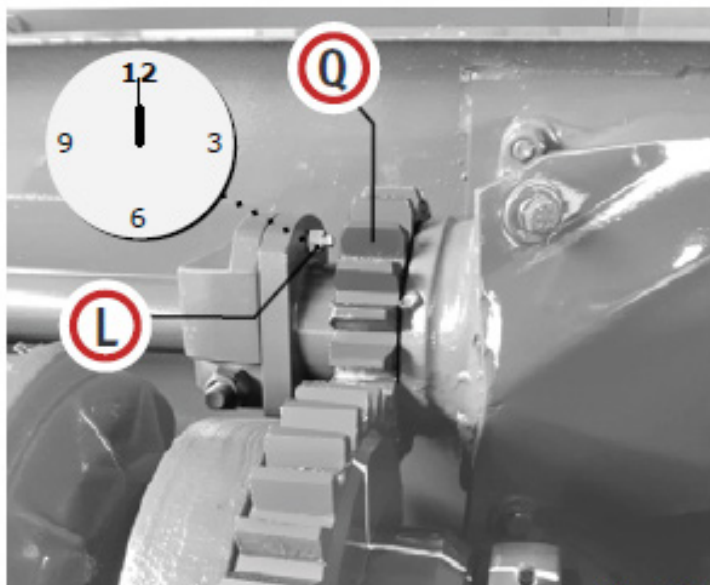
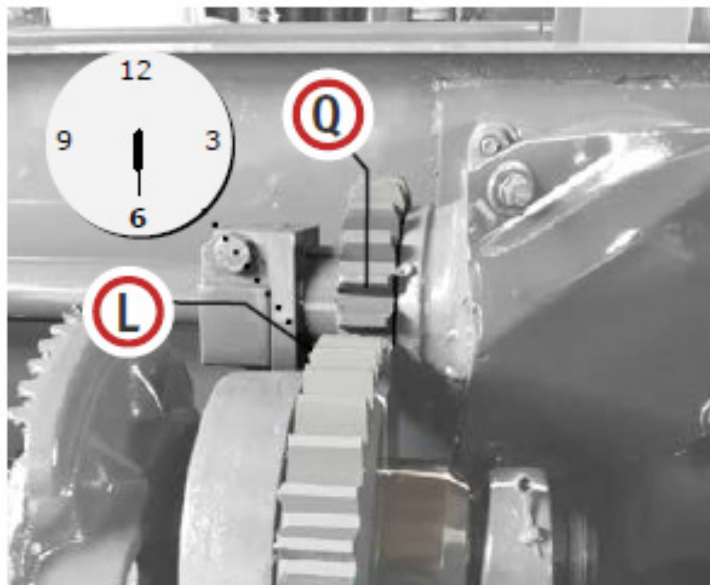

Fig. 17
Fig. 18
Cuando la máquina está sincronizada (pistón-horquillas-anudador), el perno de seguridad para el anudador (L), que está en el engrane (Q), debe ubicarse en la posición de las 12:00 horas (Fig. 17) y a las 6:00 horas, alternativamente, después de cada carrera del pistón (Fig. 18).